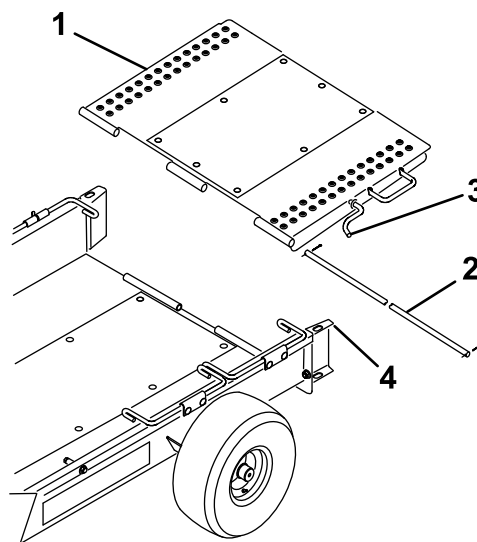

Figura 4
5. Montate la rampa del rimorchio sulla parte posteriore del pianale del rimorchio con l'asta della cerniera e 2 coppie (Figura 4).
6. Ruotate la rampa del rimorchio verso l'alto e agganciate il fermo della rampa nel foro nella parte superiore della guida delle ruote (Figura 4).
8. Ruotate la rampa del rimorchio verso l'alto e agganciate il fermo della rampa nel foro nella parte superiore della guida delle ruote (Figura 4).